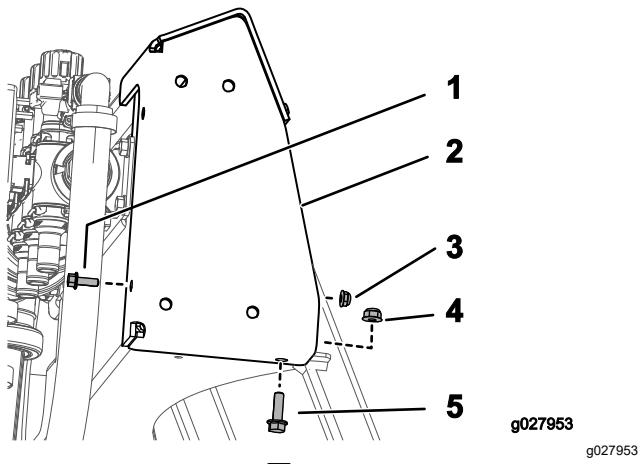

図 9
1. 図9のように、上側ブラケットを取り付けるボルト  $\frac{1}{4}$  x  $\frac{3}{4}$ " 1本、ナット  $\frac{1}{4}$ -20" 1個、ウィズボルト  $5/16$ -18 x 1" 1個、フランジナット  $5/16$ -18" 1個を使用する。